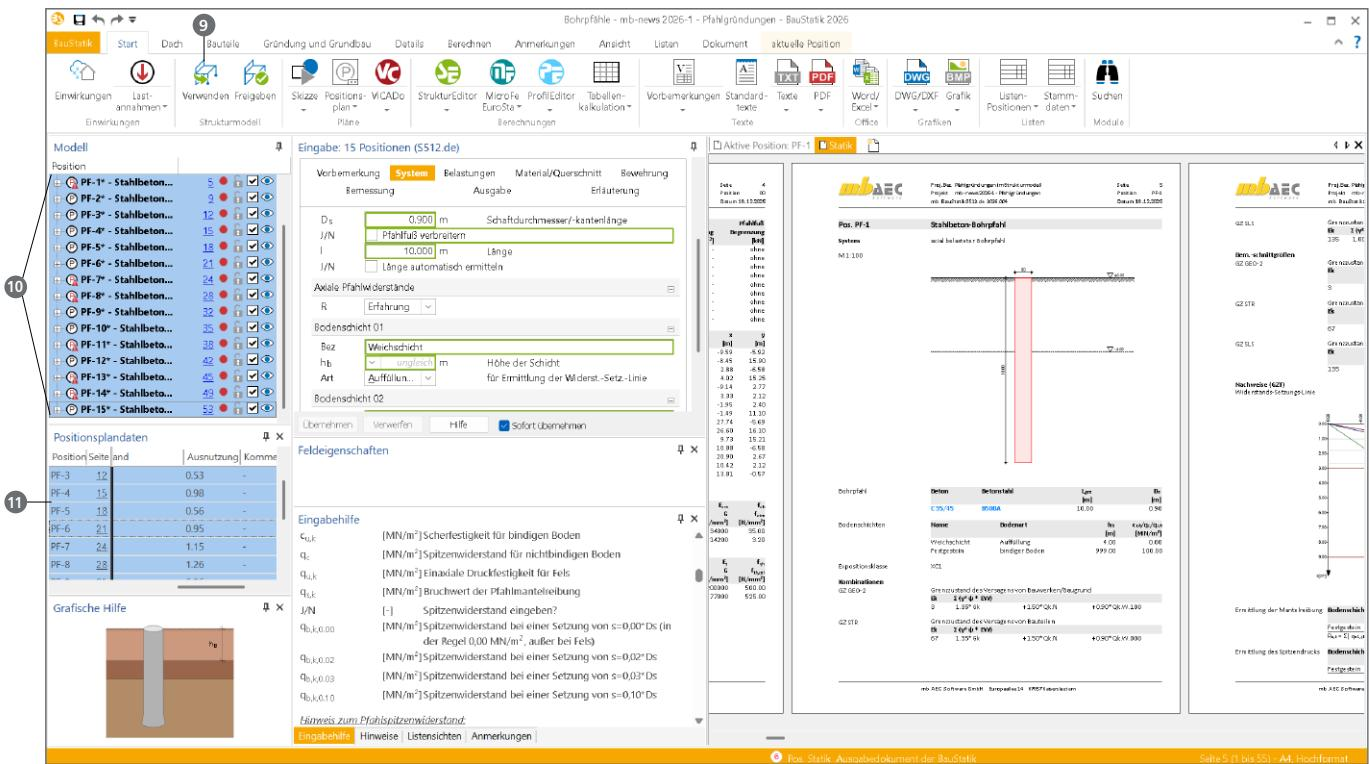
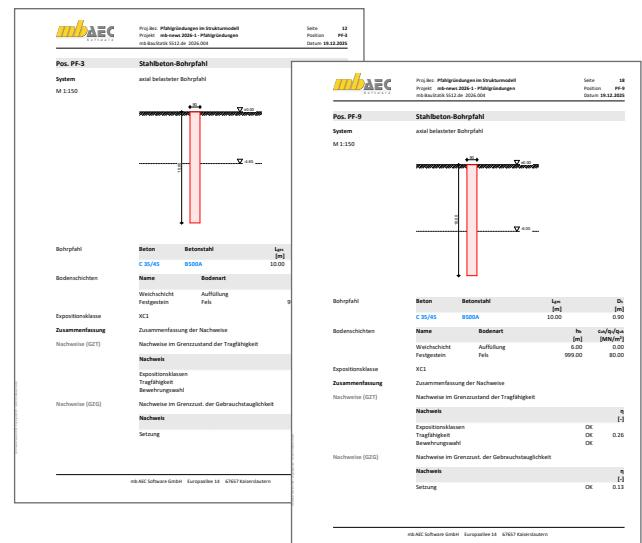

Bild 12. Nachweise der Pfähle in der BauStatik
Bild 14. Kurzausgaben für Folgepositionen
Zur schnellen Bearbeitung, besonders z.B. für einheitliche Eingaben wie die Bodenparameter, können auch in der BauStatik mehrere Positionen zeitgleich markiert und bearbeitet werden, siehe Bild 12 ⑩. Darüber hinaus zeigt Bild 14, dass für jeden Pfahl eine individuelle Schichthöhe bestimmt und an die BauStatik übergeben wird. Allgemein werden alle übernommenen Werte durch einen grünen Rahmen bei den jeweiligen Eingaben markiert.
Für die Dokumentation bietet die BauStatik ebenfalls effiziente Werkzeuge, um eine kompakte und dennoch aussagekräftige Ausgabe zu erzeugen. Ebenfalls mit Hilfe der Mehrfachselektion können Ausgabenbestandteile und Umfang der Positionen gesteuert werden. Somit ist es leicht möglich, eine Position z.B. ausführlich und alle weiteren Positionen kompakter (Bild 14) zu dokumentieren.